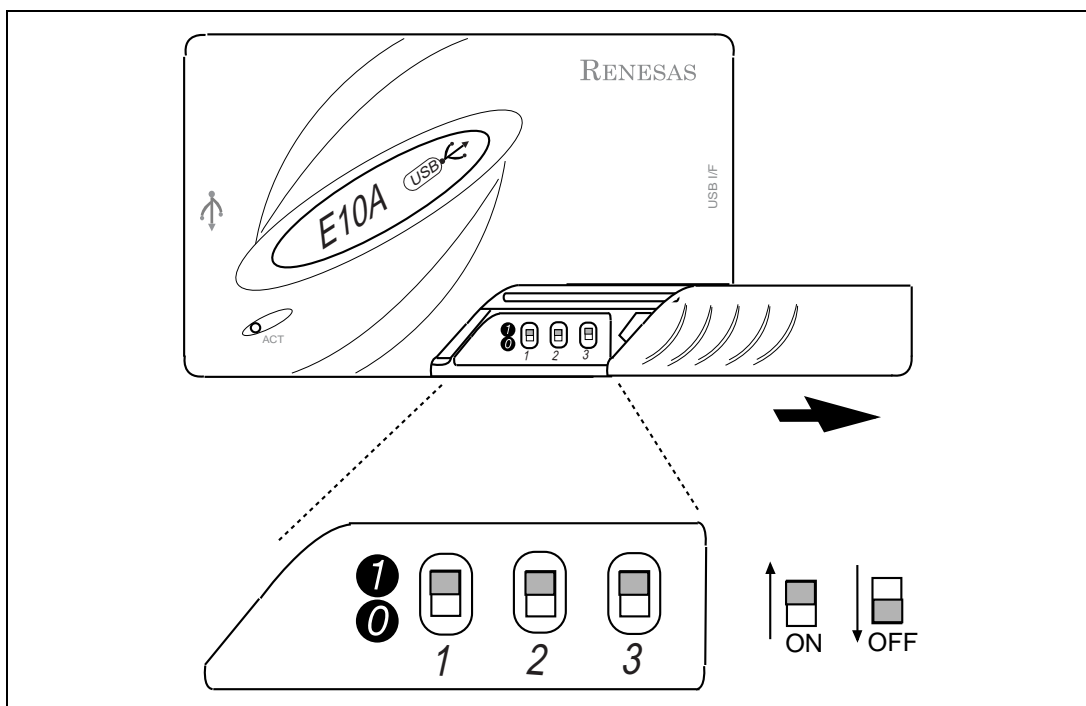

図 2.12 E10A-USB エミュレータの DIP スイッチ設定
1. 図2.12のように、E10A-USBエミュレータの上面右下にある、スライドスイッチカバーを右側にスライドさせ、開いてください。